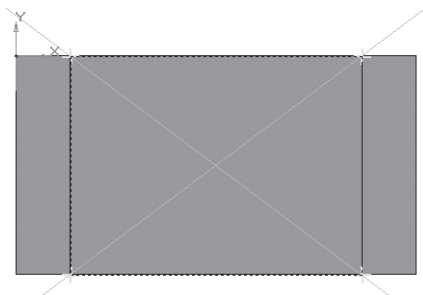

Рис. 159
- с помощью команды Вспомогательная прямая найдите центр грани (рис. 159);